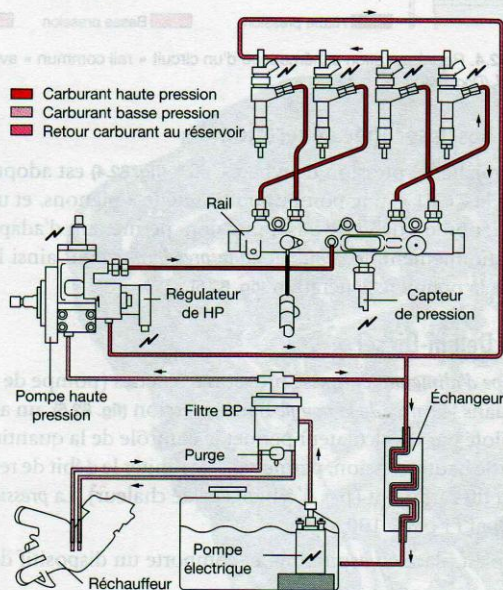

Figure 82.3. Circuits de carburant d'un système « rail commun » Bosch sur application PSA (Doc. PSA)
Plusieurs équipementiers sont engagés dans la production de ces systèmes, avec des conceptions, des techniques différentes (Bosch, Delphi-Diesel, Denso, Siemens, Zexel, etc.), des évolutions pour corriger les petits défauts de première génération, et une hausse continue des hautes pressions (1 300 bar, maintenant 1 800, ... 1 bar = 100 kPa), mais les sous-ensembles de ces circuits sont identiques au niveau des principales fonctions (fig. 82.3 et 82.4).
- un circuit « basse pression » (fig. 82.3 à 82.6) ;
- un circuit « haute pression » (fig. 82.3 et 82.4) ;
La pression est régulée par un clapet placé soit dans le filtre (montage PSA, fig. 82.3), soit sur le circuit et vient alimenter la pompe haute pression de type « CP1 ». Un dispositif dirige ou non le carburant selon sa température vers un réchauffeur (fig. 82.3). Le circuit de retour comprend un échangeur de température, situé soit sur le bloc moteur, soit sous le châssis du véhicule (sur le système Bosch de première génération, fig. 82.3 et 82.4).
Au ralenti et en charges partielles, un excédent de carburant est renvoyé au réservoir, l'énergie produite par la compression dans la pompe se dissipe par effet Joule, produisant un échauffement de ce carburant, et le passage dans un échangeur (fig. 82.3 et 82.4) placé sous le véhicule, ou dans le compartiment moteur, permet de limiter la température dans le réservoir.